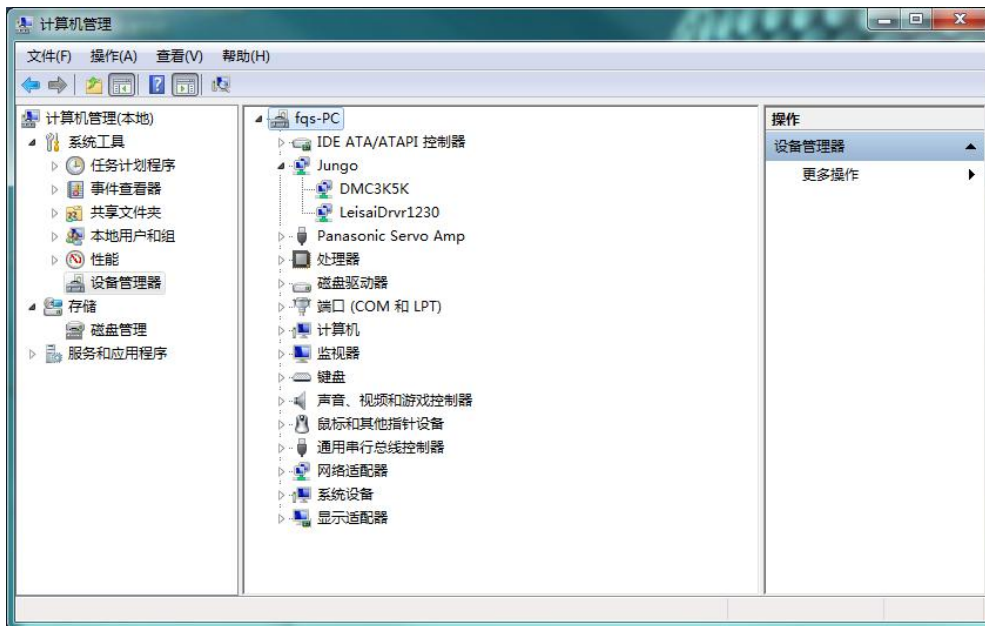

图 4.13 正确安装驱动程序后的设备信息
7、打开设备管理器，在“Jungo”选项下可以看到“DMC3K5K”和“LeisaiDrvr1230”注册信息。至此控制卡就可以正常使用了，如图 4.13 所示。